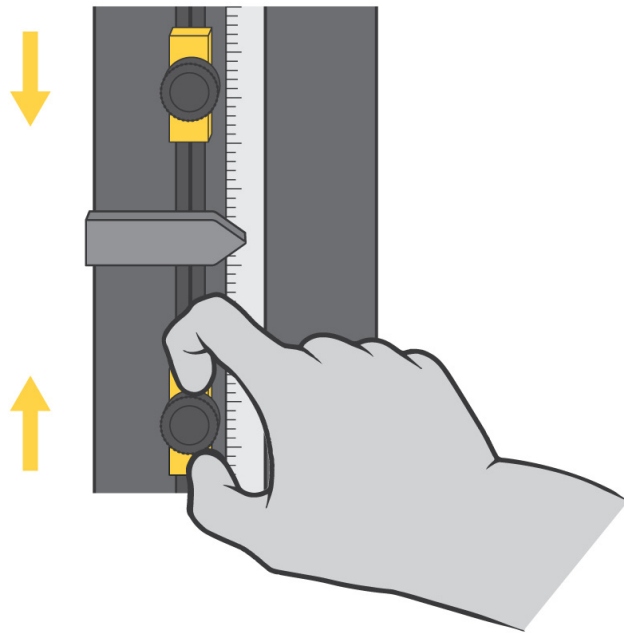

図18. リミットストップの設定
クロスヘッドのリミットストップは、101 ページの図 18 に示すように、試験機のコラム内にあるリミットスイッチ ロッドに取り付けられている調整可能な 2 つのブロックです。リミットストップ (1 および 2) には手で締めたり緩めたりするちょうねじが付いており、リミット ロッド上の任意の位置に移動することができます。クロスヘッドオーバートラベルを防ぐには、試験パラメータを少し越えた所にこれらのストップを位置決めしてください。クロスヘッドが最大プリセットトラベルに達すると、リミットスイッチアクチュエータ (3) がこれらのストップの 1 つと接触します。リミットアクチュエータとリミットストップ間の接触によりリミットスイッチ ロッド (4) が移動し、リミットスイッチが作動します。これによりクロスヘッド動作は停止します。